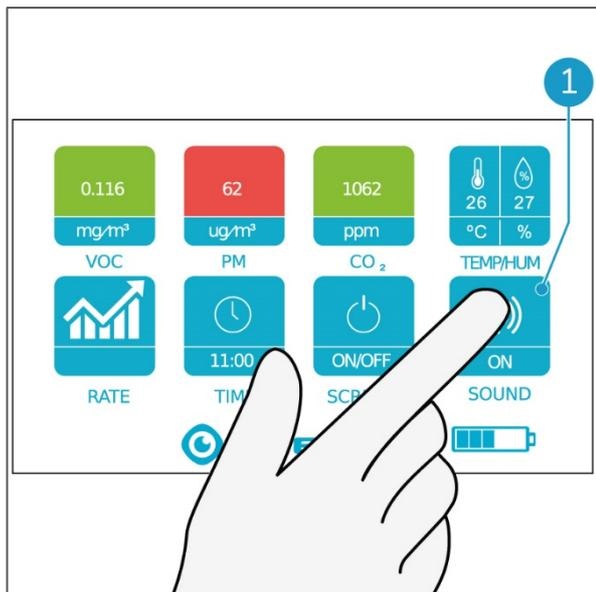

Abbildung 23
1. Tippen Sie mit einem Finger auf die Schaltfläche SOUND (Abbildung 23, Pos. 1), um den Ton ein- oder auszuschalten.